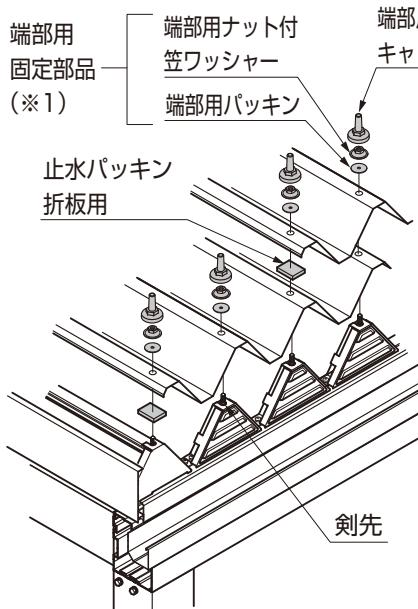
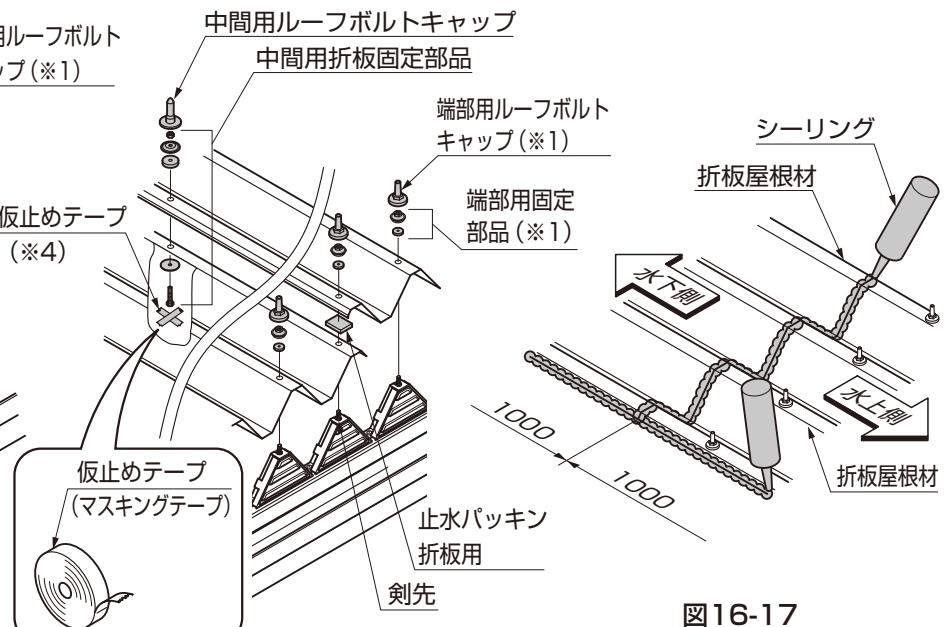

図16-15
図16-16
- ③1枚目の折板屋根材を、正面（シャッター側）のタイトフレームから出ている剣先に、両端部の穴にあわせて載せてください。（図16-15参照）
- ④折板屋根材の中間部の穴に合わせて、横樋梁用の中間部にφ8の穴（※5）をあけてください。
- ⑤折板屋根材の重ね合わせ部の両端部に、剣先を突き破って止水パッキン折板用を貼りつけてください。その後2枚目以降の折板屋根材を載せてください。（図16-13、図16-15、図16-16参照）
- ⑥折板屋根材の両端部を、端部用固定金具で組付けてください。（図16-15、図16-16参照）
- ⑦折板屋根材の中間部の下から、中間用折板固定部品の固定ボルト（※6）を差込んでください。（図16-16参照）
- ⑧中間用折板固定部品の部品すべてを締め付けたのち、仮止めテープをはがしてください。（図16-16参照）